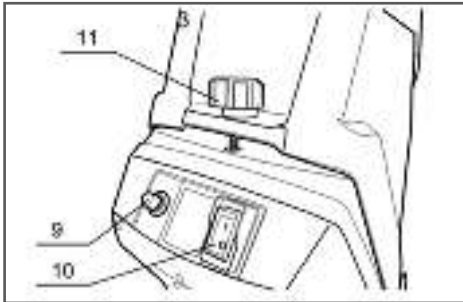

Рис. 6. Включение устройства
1. Убедитесь в том, что винт 11 (Рис. 6) надежно затянут.
3. Установите, нажатием на клавишу, электромагнитный выключатель 10 (Рис. 6) в положение «I» (ВКЛЮЧЕНО), электродвигатель включится.
На измельчителе установлен предохранитель 9 (Рис. 6). Если при работе возникает перегрузка, то предохранитель автоматически отключает двигатель (выскакивает кнопка предохранителя).
4. Открутите винт 11 крепления корпуса (Рис. 6) против часовой стрелки и откиньте вперед крышку загрузочного желоба.
8. Установите на место крышку загрузочного желоба и затяните её, поворачивая винт крепления корпуса 11 (Рис. 6) по часовой стрелке.
4. Открутите винт 11 крепления корпуса (Рис. 6) против часовой стрелки и откиньте вперед верхнюю часть корпуса.
11. Сложите верхнюю и нижнюю часть корпуса и затяните винт 11 крепления корпуса (Рис. 6).